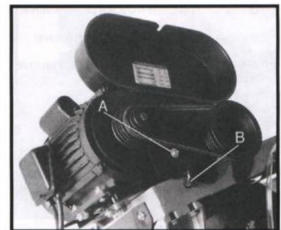

Fig. 2
5. Schuif de riemafdekking over de poelie-assemblages en bevestig deze met schroeven en ringen (A, Afb. 2).
6. Sluit de riemafdekking en zet deze vast met de vergrendelingsknop (B).